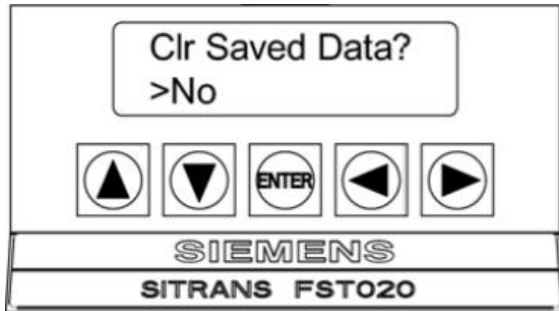

图 3
3. 按两次右箭头 ，显示切换到[Clr Saved Data?]。如“图 3”